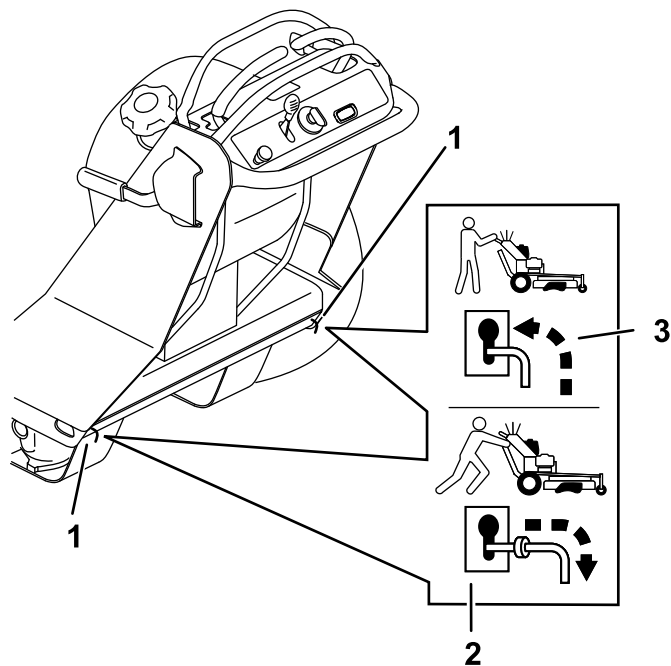

Bild 65
4. Bewegen Sie beide Überbrückungshebel nach hinten durch das Schlüsselloch und nach unten, um sie in der Position zu verriegeln (Bild 65).
7. Schalten Sie den Motor aus und bewegen Sie die Überbrückungshebel nach vorne durch das Schlüsselloch und nach unten, um sie in der Position zu verriegeln (Bild 65).